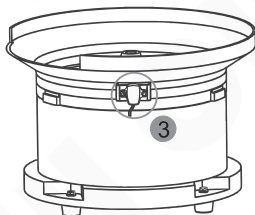

图 2.3.3
- 方式3，在料盘上焊接一个支架，将振动传感器安装在支架上，见图 2.3.3。